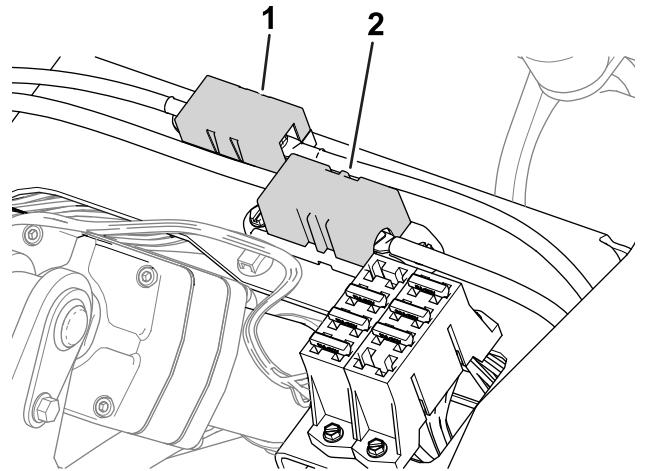

Figura 53
- I fusibili per il generatore (100 A) e il motore delle ruote di destra (60 A) sono situati sotto il sedile (Figura 53).